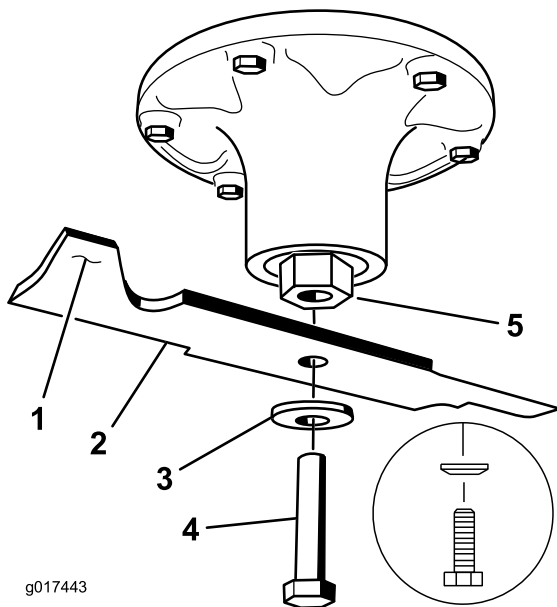

図 79
削って調整する (図 79)。バランスがとれるまで調整する。
- ブレード、スプリングディスク、ブレードボルトを取り付ける。スプリングディスクは、円錐部をボルトの頭に向けて取り付ける (図 79)。各ブレードボルトを 85~110ft-lb (115~149Nm = 11.8~15.2kg.m) にトルク締めする。